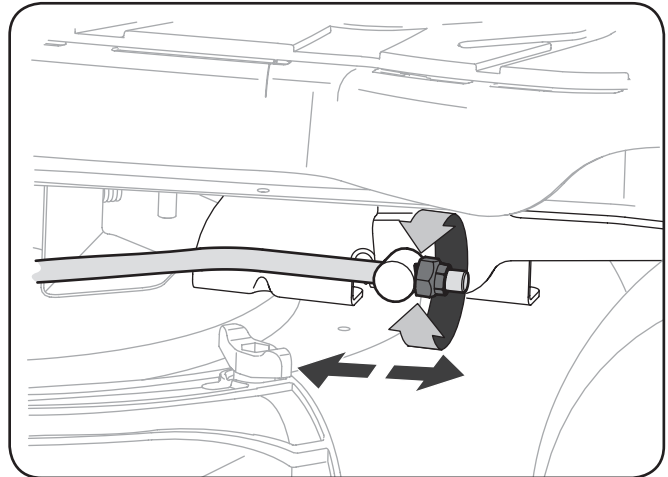

Figura 6-4
3. Localice la tuerca de la brida en el extremo frontal de la Barra de Elevación PTO. Ver Figura 6-4.